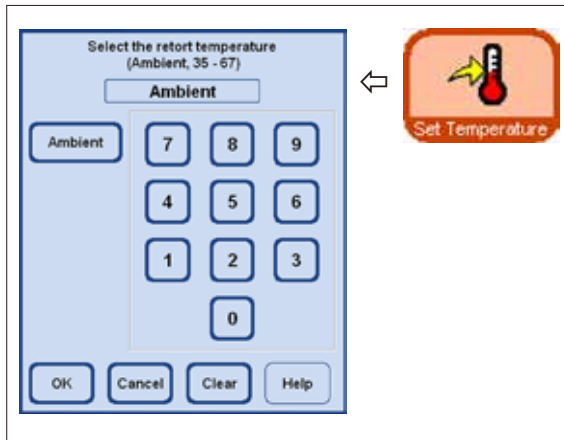

Fig. 132
- A temperatura da retorta pode ser definida na Tela Inteligente. Para isso, pressione o botão **SET TEMPERATURE** e chame a janela **SELECT THE RETORT TEMPERATURE** (Fig. 132).